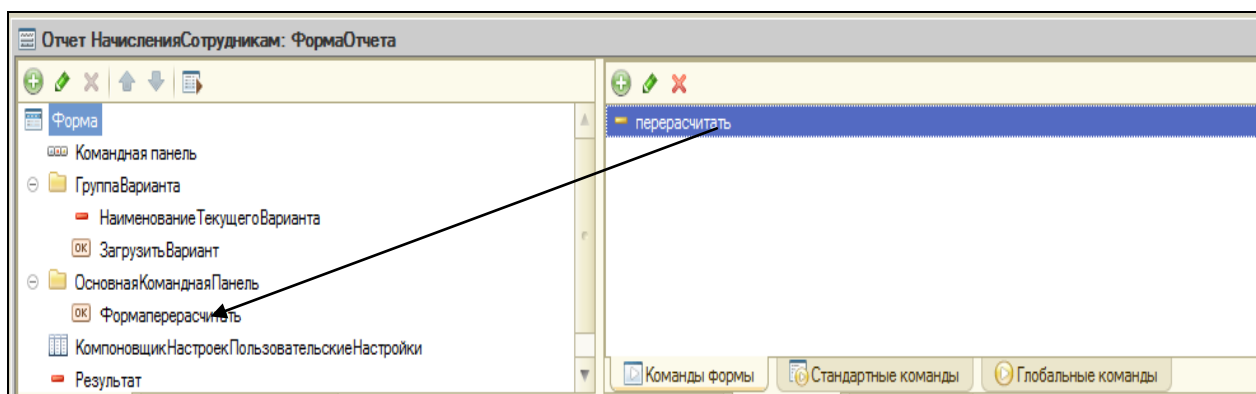

Рисунок 8.28 Настройка Основной командной панели
3. Вернуться в форму отчета. Перетащить команду Перерассчитать в группу элементов формы ОсновнаяКоманднаяПанель (рис.8.28.).